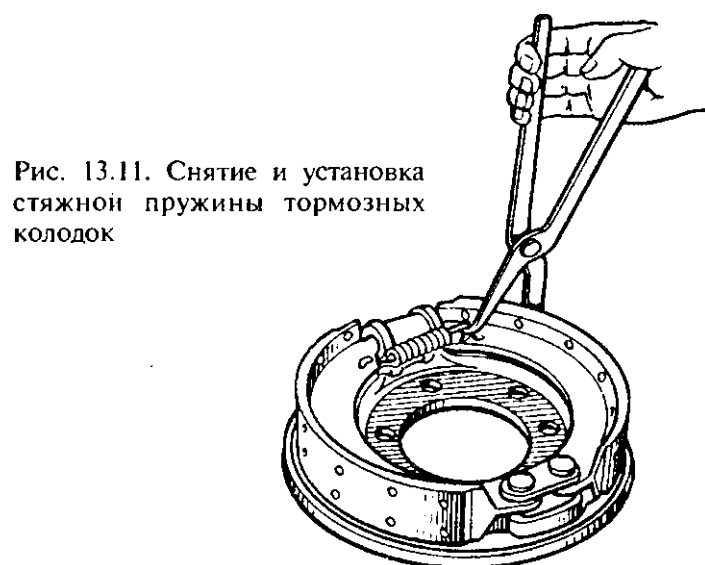

Рис. 13.11. Снятие и установка стяжной пружины тормозных колодок
3. Снимите стяжную пружину тормозных колодок с помощью специальных щипцов (рис. 13.11).